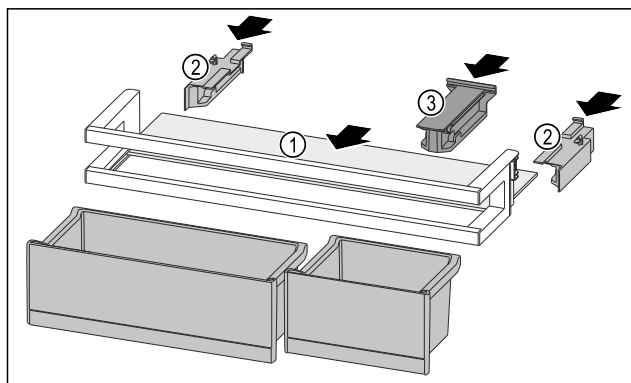

Fig. 113
- Insérer la tablette de rangement Fig. 113 (1) dans les évidements latéraux.
- Installer les parties latérales Fig. 113 (2).
- Installer la pièce de retenue Fig. 113 (3).